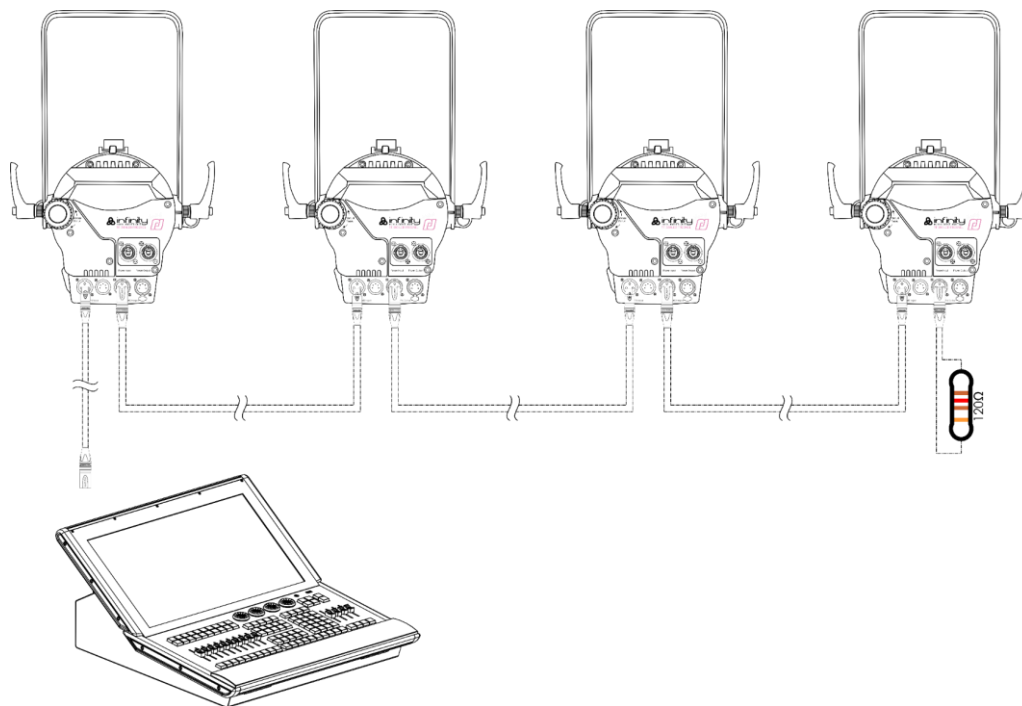

Fig. 06
- 05) Collegare le unità come indicato nella Fig. 06. Collegare un cavo di segnale DMX dall'uscita "out" DMX della prima unità all'ingresso "in" della seconda unità. Ripetere questo processo fino a collegare la seconda, la terza e la quarta unità.